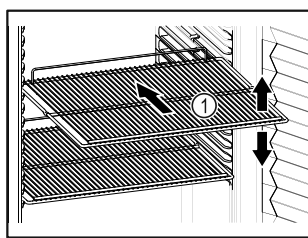

Fig. 55
- Ak sa dajú odkladacie rošty Fig. 55 (1) premiestniť, prispôbte výšku.